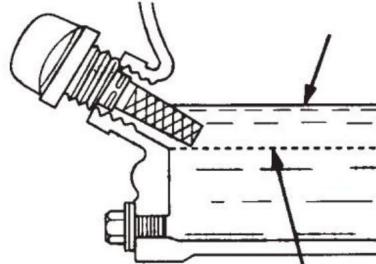

FIG.3
- 7.2.4 Als het oliepeil laag is (FIG. 3), vul dan tot de rand van de olievulopening met aanbevolen met SAE10W-30 4-taktolie. Maximale oliecapaciteit is 400 cc.